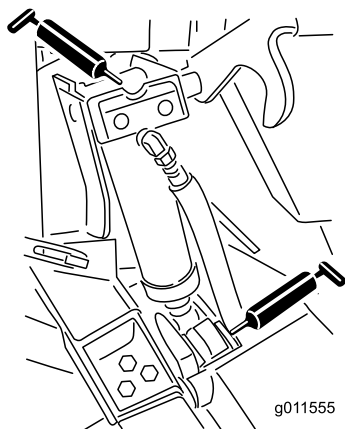

Рисунок 70
- Втулки гидроцилиндров подъема (4 шт.) (Рисунок 70)